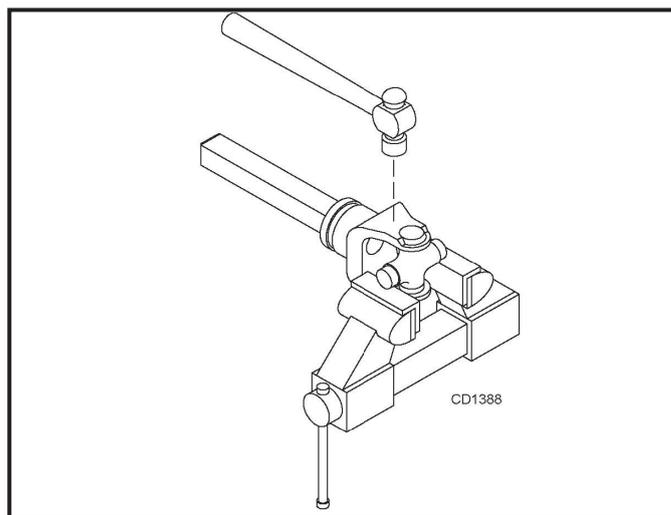

Figura 30. Remoção das tampas
4. Prenda a peça no torno conforme mostrado na Figura 30 e bata no garfo para remover a tampa. Repita o passo 3 para a remoção final. Remova a tampa remanescente com um extrator e um martelo.